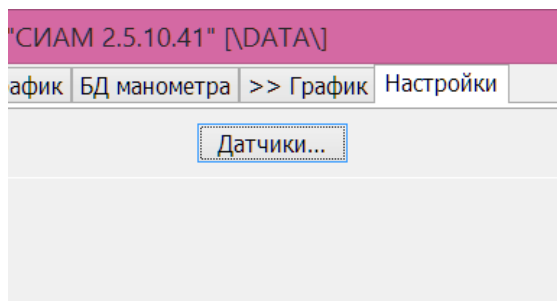

Рисунок 6. Вкладка «Настройки» в «БД СИАМ»
- нажать кнопку «Датчики» (см.Рис.6);